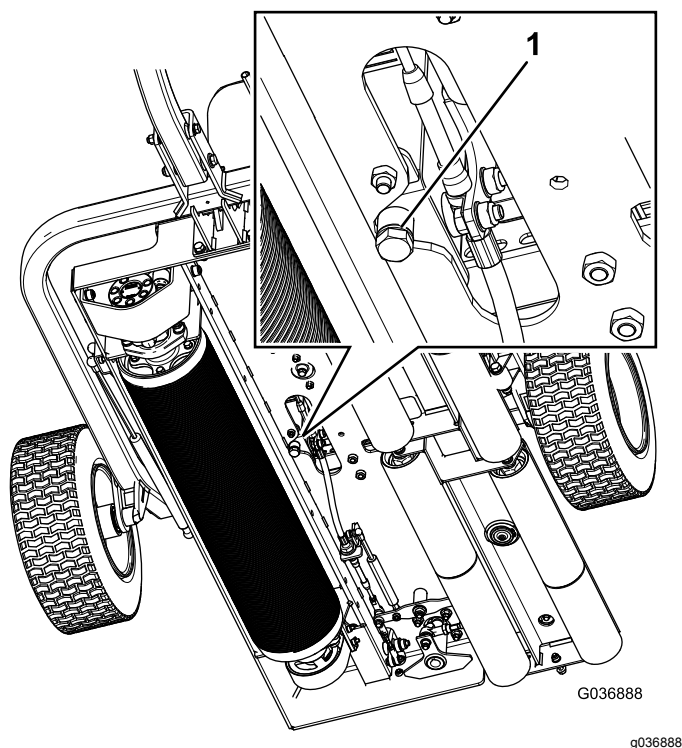

Рисунок 36
1. Поместите сливной поддон под сливную пробку бака гидравлической жидкости (Рисунок 36).
2. Снимите сливную пробку в днище бака (Рисунок 36).